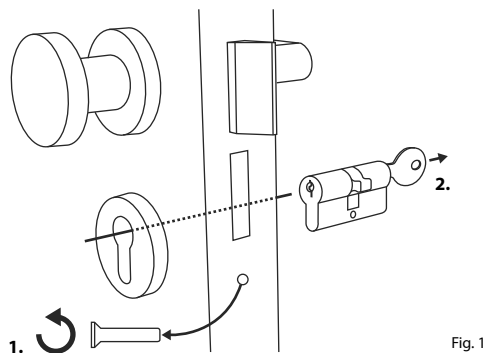

Fig. 1
- 1 Retire el cilindro de la cerradura presentando el tornillo de sujeción de la puerta y extrayendo el cilindro con la llave introducida (Fig. 1).